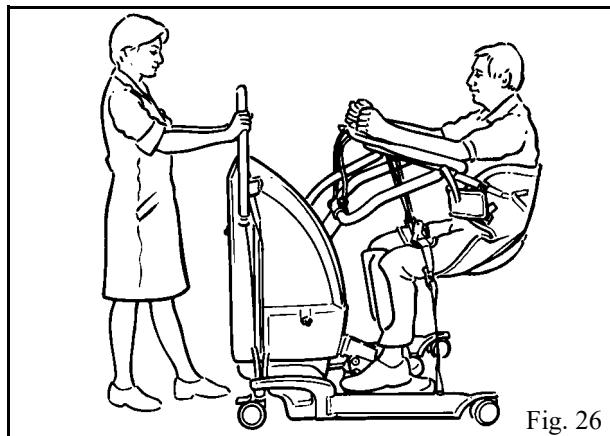

Fig. 26
12. Libere los frenos del chasis y repliegue las patas, y luego transporte el paciente a la posición deseada (véase la fig. 26).